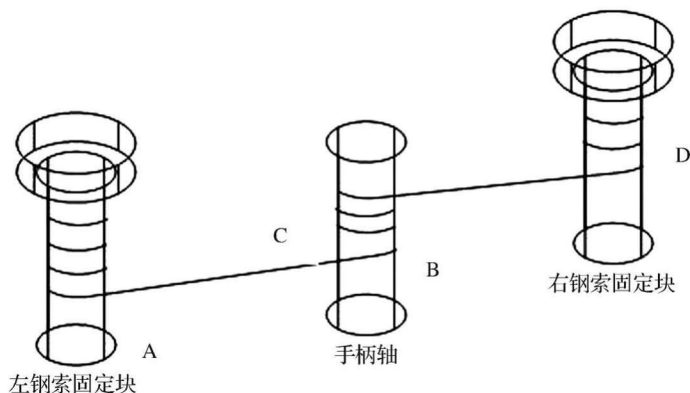

图 1-1-2 钢索固定位置($AB//CD$)
- (1)拆开机台左右两边的防护罩。
- (2)松开两边的固定块,把坏掉的钢索解开,一端与新钢索连接后拉动旧钢索另一端,把新钢索引到所需位置。
- (3)把钢索的右端压入拖板的钢索固定块并锁紧,然后在手柄轴上绕三圈,再把左端压入机台的钢索固定块锁紧,最后将钢索的松紧度调整到合适位置,如图1-1-2所示。
- (4)调整机台钢索张力时,将机台拖板摇到机台右边,用手指按住钢索感觉其张力,不能太松也不能太紧。太松,加工时摇动手轮易打滑;太紧,钢索容易疲劳断裂。